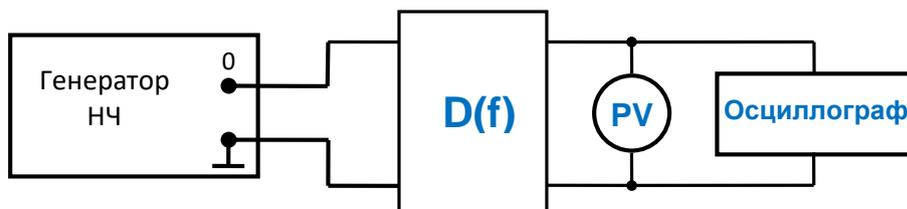

Рис.3.
1. Собрать схему измерений, рисунок 3.